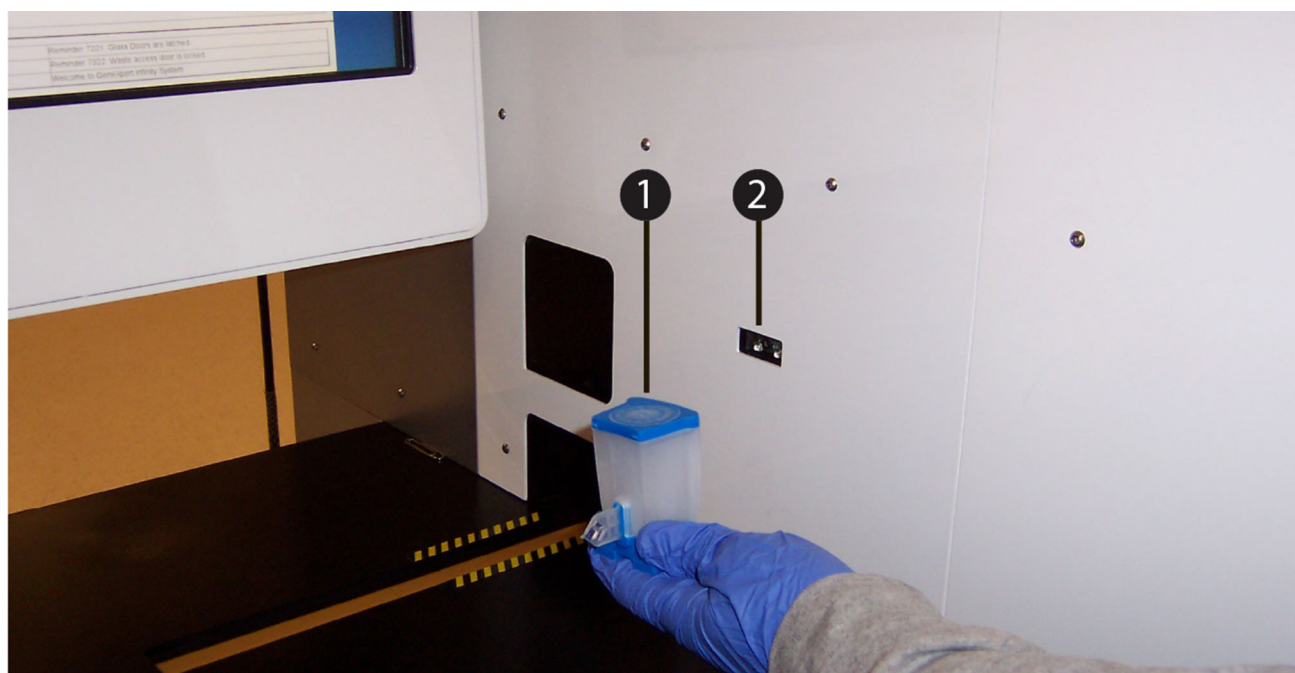
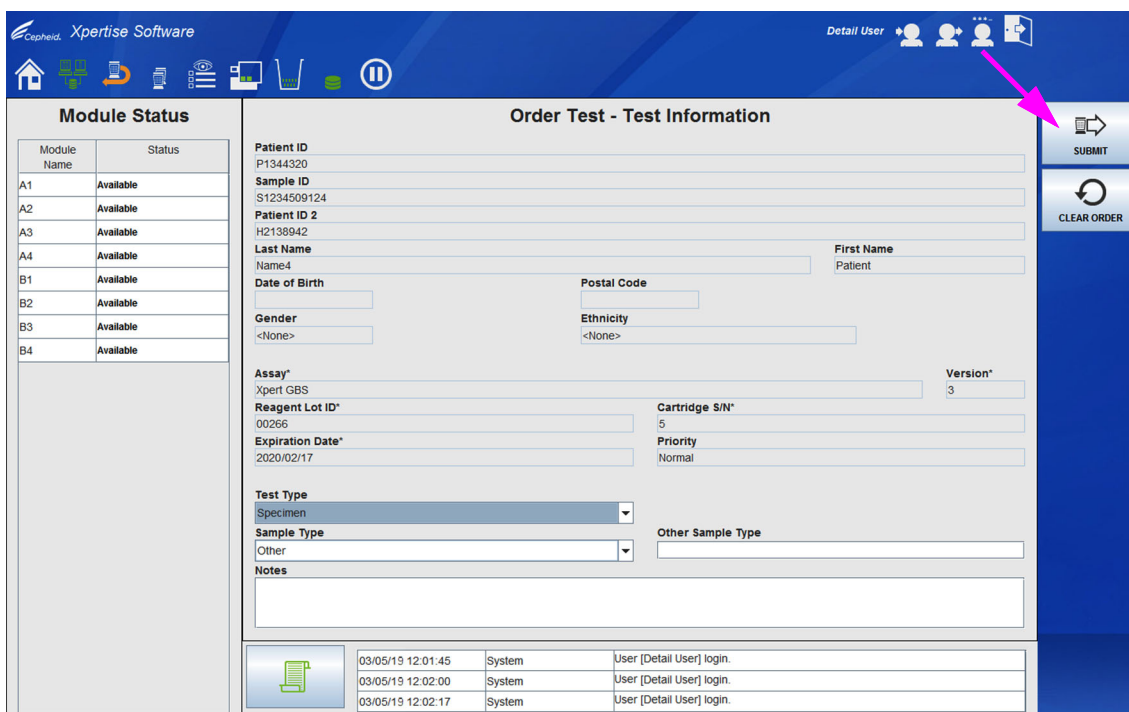

図 5-166. キオスクバーコードスキャナによるカートリッジバーコードのスキャン
図 5-167. テストのオーダー – テスト情報ワークスペース
4. 図 5-166 に示すように、カートリッジバーコード (アイテム # 1) のスキャンには、キオスクバーコードスキャナ (アイテム # 2) を使用します。テストのオーダー (Order Test) ワークスペースが表示されます。図 5-167 を参照。